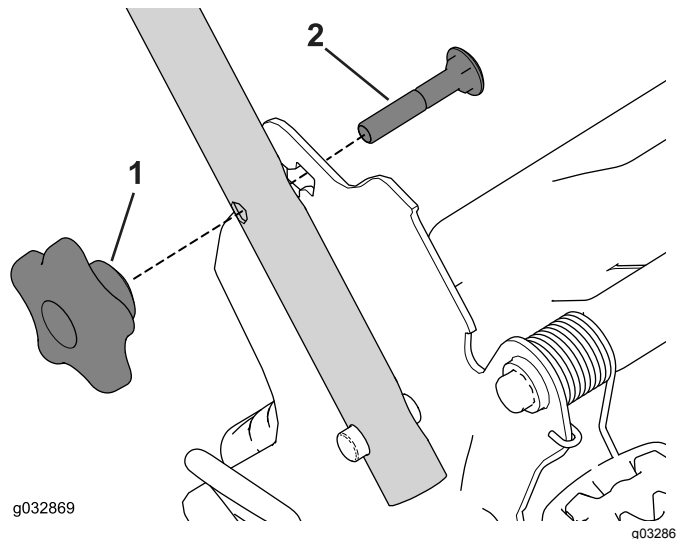

**Figura 27**
1. Retire el botón de arranque eléctrico (Figura 27).